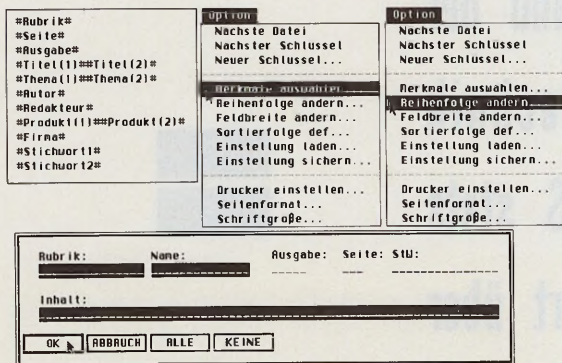

Bild 1. Die logische Datei DISK
Anschließend wird gemischt, also »Inhalt« auf das Misch-Icon gezogen. In Bild 1 sehen Sie oben links die zugehörige Mischdatei. Hierauf wird das Misch-Icon auf das Diskette-Icon gezogen und eine Datei »Inhalt.Asc« angelegt. Diese läßt sich mit den Standardeinstellungen als »ASC« in Phönix importieren. Die logische Datei »Disk« in Adimens ist um das Feld »Stichw« zu ergänzen und »Disk.Exp« in gewohnter Weise zu importieren. Dabei muß Stichw per »Merkmale auswählen« (Optionen-Menü) ausgeschaltet sein. Ob Sie Ausgabe und Seite in Adimens oder Phönix nachtragen, ist egal. Adimens-Disk muß aber mit den Datensatz- und Feldtrennern (13)(10) als »Disk.Asc« exportiert werden. Bitte vorher mit [Alle] unter »Merkmale auswählen« im Optionen-Menü und [Neustart] in »Reihenfolge ändern« im gleichen Menü die Ausgangssituation herstellen. »Disk.Asc« läßt sich anschließend in Phönix importieren.